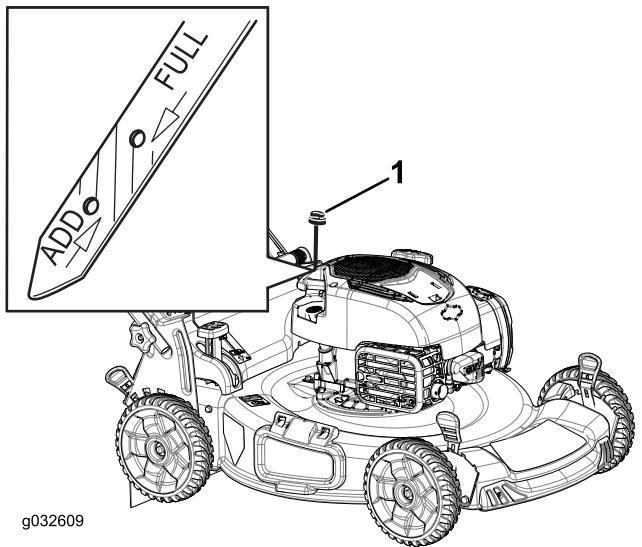

Figura 34
3. Togliete l'asta di livello (Figura 34).
10. Controllate il livello dell'olio sull'asta (Figura 34).